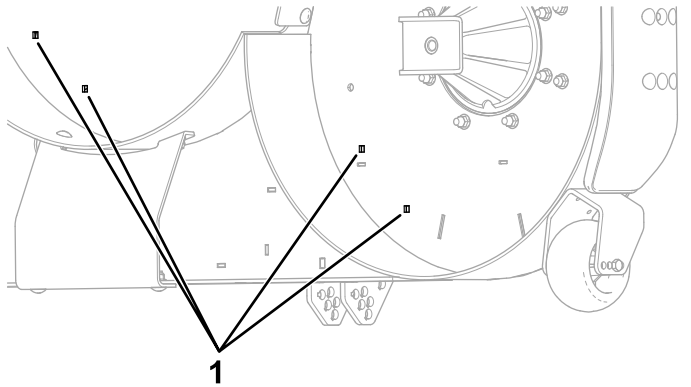

Bild 4
1. Nehmen Sie vier Stopfen vom Mähwerk ab (Bild 4).